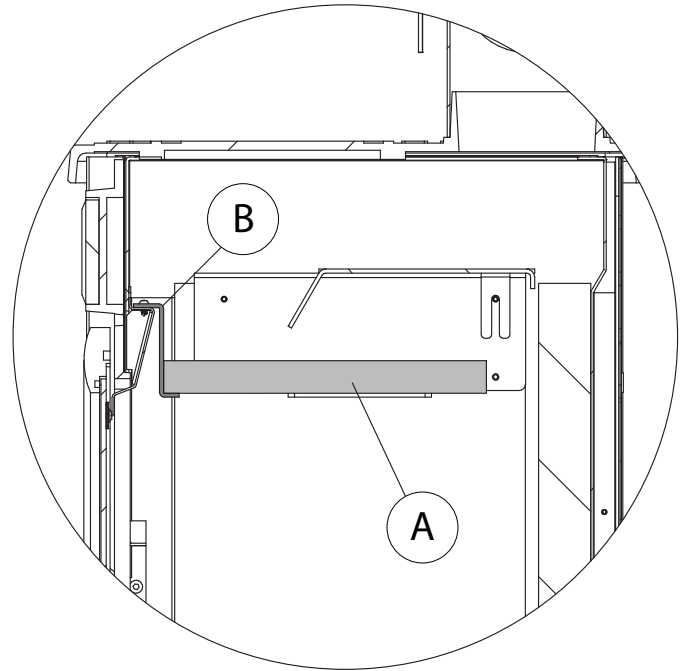

Fig. 6.2c
- verificare che il refrattario **(A)** interno posto sulla sommità della camera di combustione sia completamente in battuta sul supporto **(B)** (**Fig. 6.2c**);